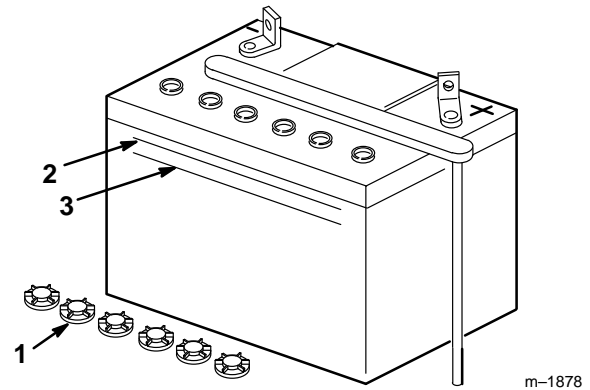

Figure 21
- Regarder la batterie de côté. Le niveau de l'électrolyte doit arriver au repère MAXI ("UPPER", Fig. 21). Ne pas laisser l'électrolyte descendre en dessous du repère MINI ("LOWER", Fig. 21).
- Dévisser les bouchons de remplissage (Fig. 21).
- Verser lentement de l'eau distillée dans chaque élément jusqu'au repère MAXI (Fig. 21) sur le côté de la batterie.